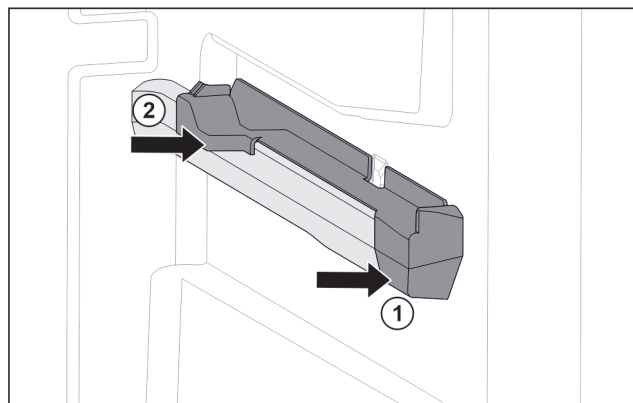

Fig. 119 Elemento inseribile sulla nervatura destra del contenitore
- Posizionare l'elemento inseribile sulla parte anteriore della nervatura del contenitore. Fig. 119 (1)
- Premere l'elemento inseribile sulla parte posteriore. Fig. 119 (2)